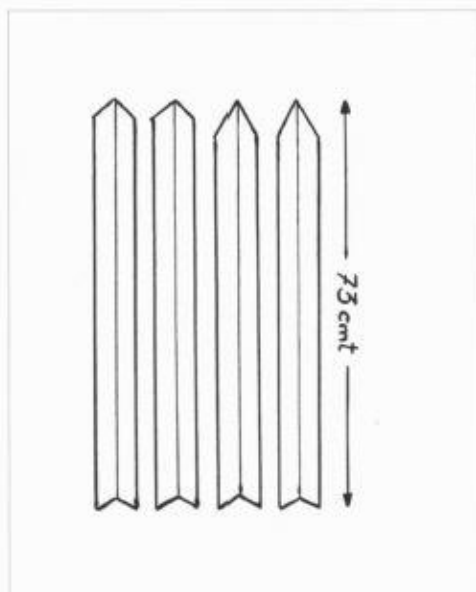

Figura 1: Angulares de 20 x 20 mm., que configuran las dos pirámides. Cortes con angulación.
b) Las crucetas se construirán de hierro angular (8 trozos de 73 cm de longitud) de 20 X 20 mm y 3 mm de grosor (Figura 1). Para su correcta construcción se seguirá el siguiente proceso: